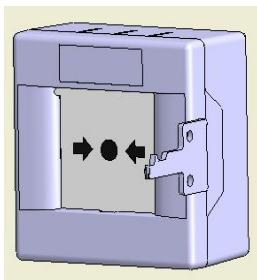

图1 钥匙的使用
1. 取出钥匙，打开盒盖（参看图1）。将钥匙存放在安全的地方。
1. 用钥匙打开盒盖（参看图1）。